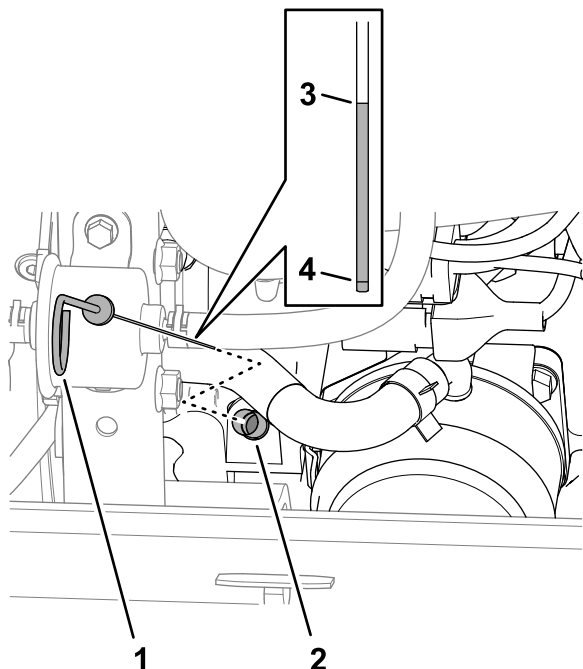

Рисунок 112
3. Извлеките масломерный щуп из трубки щупа (Рисунок 112) и протрите его чистой ветошью.